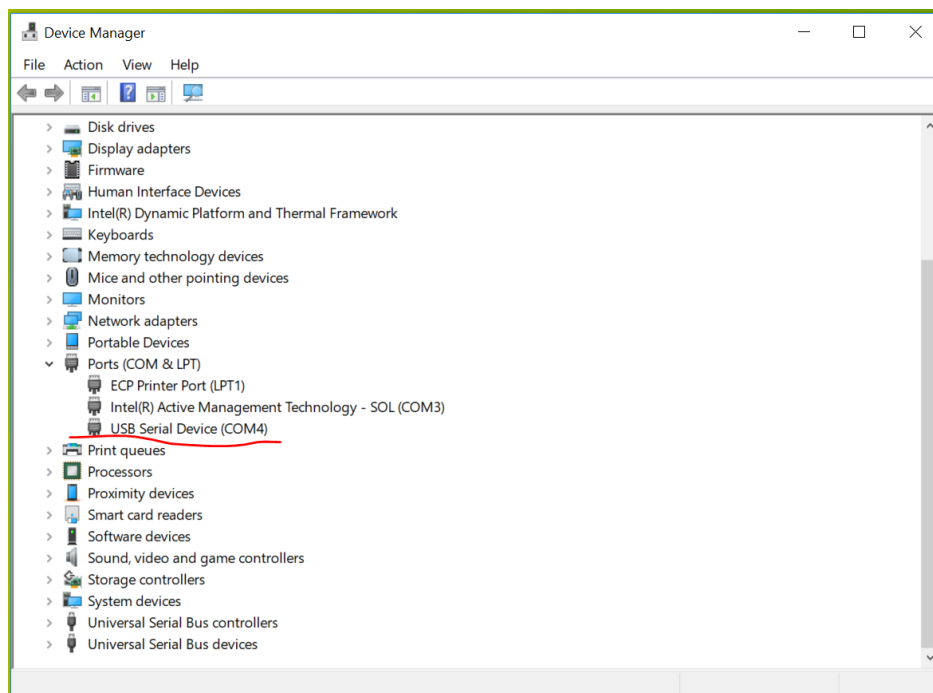
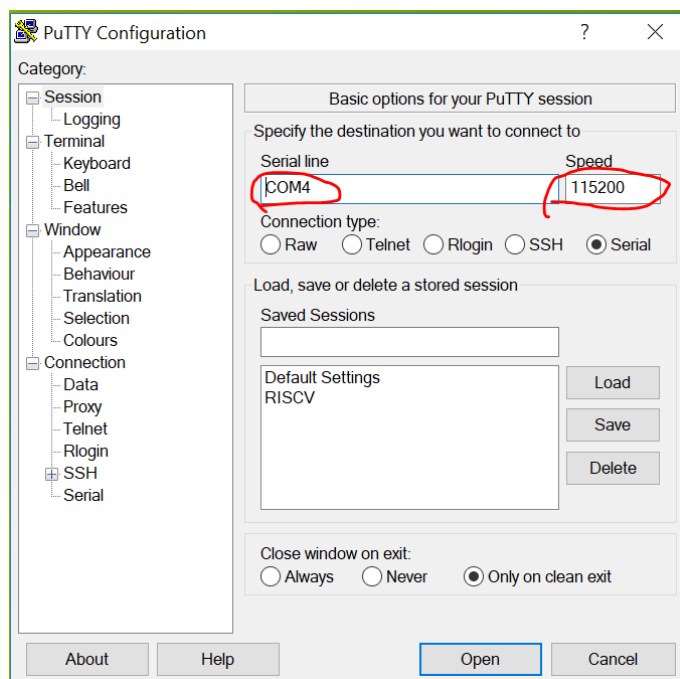

图 6 Windows 设备管理器中查看虚拟串口编号
图 7 设置串口工具的串口号和波特率
4. 从 windows 设备管理器找到由 FreeLink 提供的虚拟串口号，运行串口调试工具程序，将其波特率设置为 115200，并打开对应串口设备。参考界面如图 6 和图 7 所示。
- 从 windows 设备管理器找到由 FreeLink 提供的虚拟串口号，运行串口调试工具程序，将其波特率设置为 115200，并打开对应串口设备。参考界面如图 6 和图 7 所示。
8. 从 windows 设备管理器找到由 FreeLink 提供的虚拟串口号，运行串口调试工具程序将其波特率设置为 115200，并打开对应串口设备。参考界面如图 6 和图 7 所示。